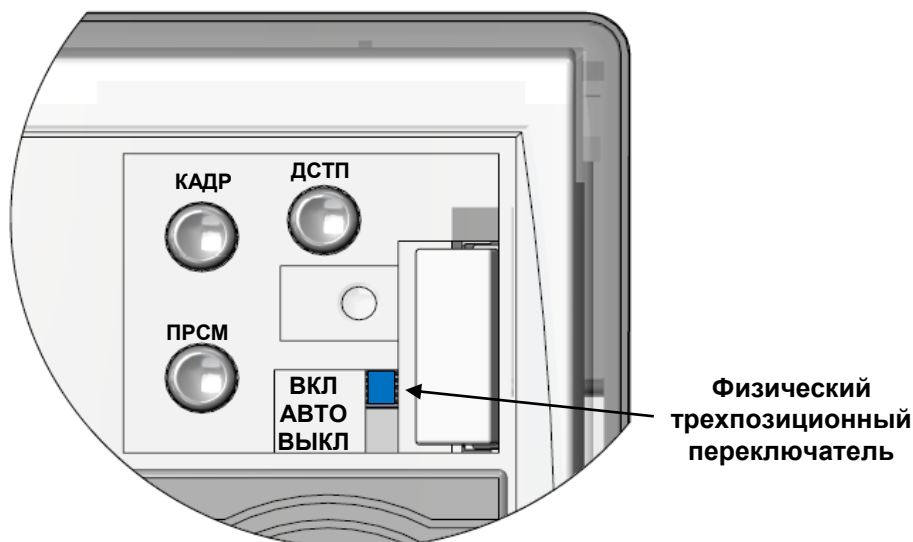

Рисунок 6– Исполнения счетчиков СЕ308 S34 с трехпозиционным переключателем
- кнопка "ПРСМ" (5);
- трехпозиционный физический переключатель (см. рисунок 6);
- элементы оптического порта (6);
- прозрачная крышка зажимов (7).